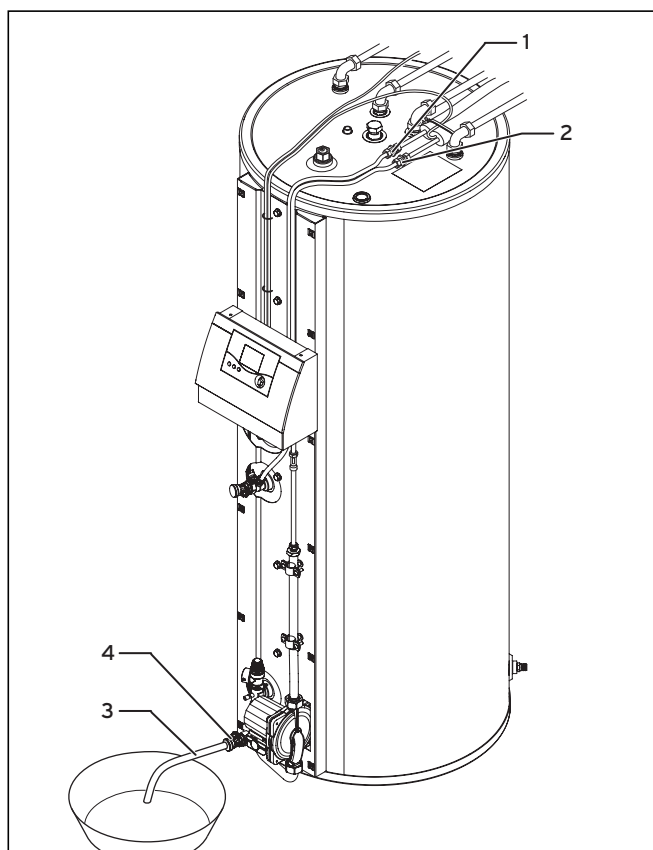

Fig. 8.3 Évacuation du fluide caloporteur
- Déversez ensuite environ 8,5l du fluide caloporteur Vaillant (n° réf 302363) avec précaution dans l'entonnoir, jusqu'à ce que le fluide caloporteur soit visible dans le tube indicateur (3).
- Si la longueur du « tube solaire en cuivre 2 en 1 » utilisée dans l'installation solaire est inférieure à 5 m, vous devez ensuite, en vous conformant aux étapes de travail précédentes, laisser s'évacuer environ 0,5 l de fluide caloporteur (voir fig. 8.3).
- Fermez le robinet du raccord de remplissage supérieur (4).
- Joignez à nouveau les deux vis (1) et (2) entre le ballon solaire et le « tube solaire en cuivre 2 en 1 ».